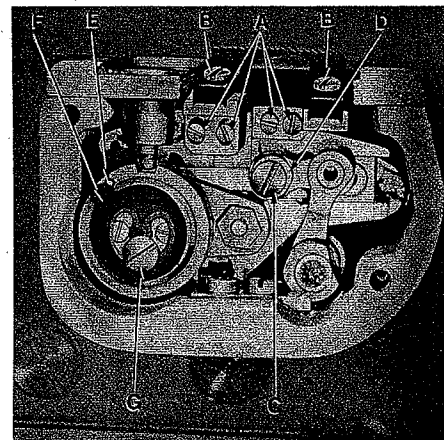

Fig. 24 A
Die Einstellung wird mit den Schrauben (A, Fig. 24 und Fig. 24 A) gemacht.
Die Transporteure werden seitlich in den Stichplattenschlitzen so vermittelt, daß sie an allen Stellen freigängig sind. Dazu löst man die Schrauben (B, Fig. 24 und Fig. 24 A) und verschiebt die Transporteure entsprechend. Ziehen Sie die Schrauben wieder an. Der Differentialtransporteur kann nach Lösen der Schraube (C, Fig. 24 A) und Drehen des Exzentrers (D) in Nährichtung vor- oder zurückgestellt werden. Ziehen Sie nach dieser Einstellung die Schraube (C) wieder an.